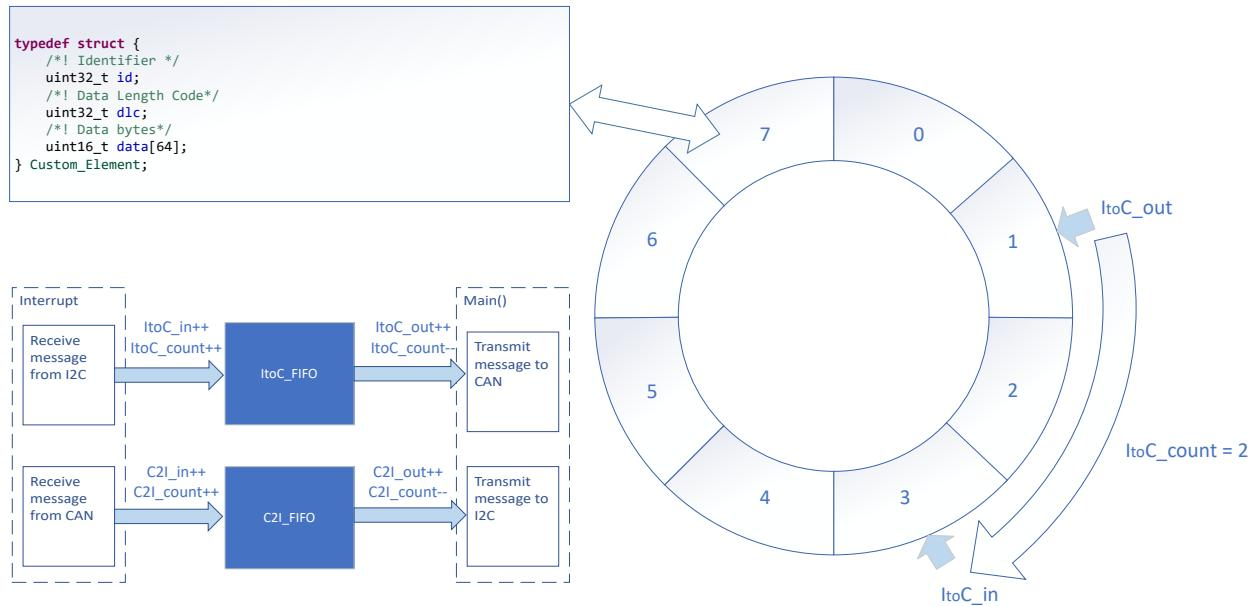

图34. 桥接器结构
- 考虑要转换哪些信息以及相应的载体（变量、FIFO）。在示例代码中，标识符、数据和数据长度从一个接口转换到另一接口。代码中定义了两个 FIFO，如图 34 所示。